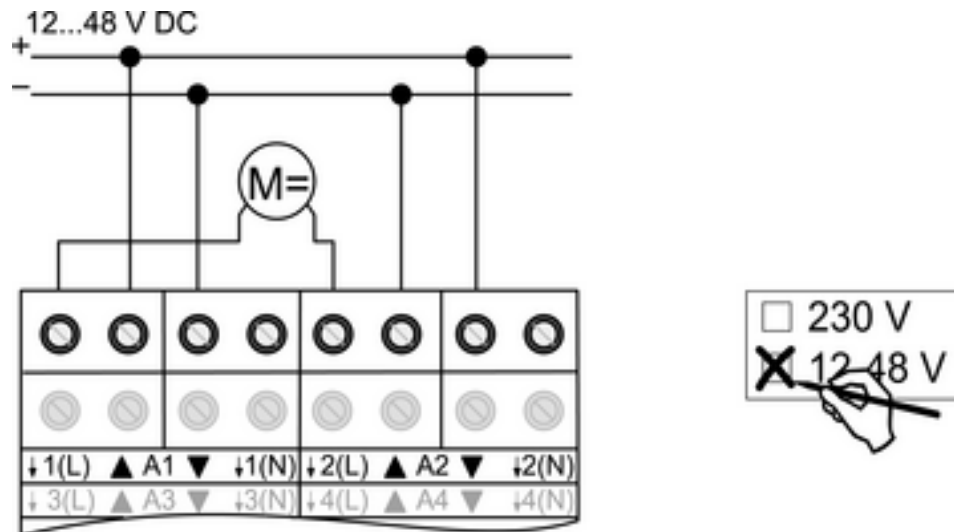

Bild 8
- Antriebe anschließen (Bild 8).
- Verwendung **12-48 V** auf Etikett kennzeichnen (Bild 8).